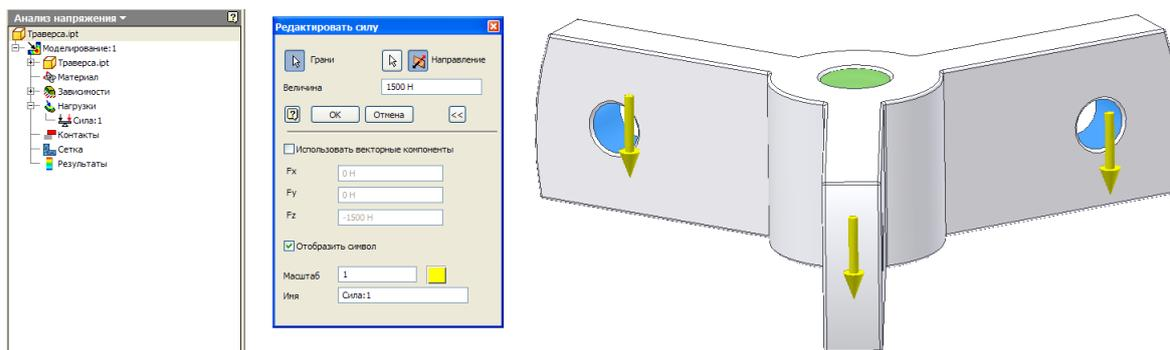

Рис. 7. Задание нагрузок
9. Задайте внешнюю нагрузку на траверсу со стороны захватов. Сила передается с каждого захвата через тело болта на цилиндрическую поверхность отверстий в плечах траверсы. Предполагаем, что силы равны и действуют в направлении параллельном оси центрального отверстия (рис. 7). Выберите цилиндрические поверхности